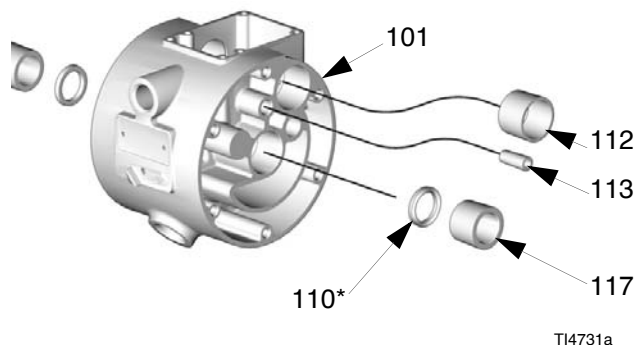

Рис. 24
8. Осмотрите вал (121) мембраны на предмет признаков износа или царапин. Если вал поврежден, осмотрите подшипники (117), не снимая их. Если подшипники повреждены, см. раздел «Снятие подшипников и прокладок крышки воздушной секции», стр. 27.
9. Введите в центральный корпус (101) съемник уплотнительных колец, подцепите П-образные кольца (110) и извлеките их из корпуса. Снимать подшипники (117) для этого не требуется. См. Рис. 24, стр. 27.
1. Установите на вал П-образные кольца (110*) так, чтобы их кромки были обращены из корпуса (101) **наружу**. Нанесите на кольца смазку. См. Рис. 24, стр. 27.
2. Нанесите на болт (446a) красный состав Loctite® высокой прочности или аналогичный закрепитель, чтобы прикрепить болт к мембране (446), если это необходимо. Установите пластину (445) мембраны со стороны воздушной секции на мембрану (446). Широкая закругленная сторона пластины должна быть обращена в сторону мембраны. Нанесите на резьбовые соединения узла мембраны синий состав Loctite® средней прочности или аналогичный закрепитель. Вкрутите узел в вал (121) и затяните его рукой.
3. Нанесите смазку на вал (121) мембраны (по всей длине и на оба конца вала). Вставьте узел вала и мембраны в насос с одной стороны.
8. Если вы сняли подшипники (117) вала мембраны, введите в центральный корпус (101) съёмник уплотнительных колец, подцепите П-образные кольца (110) и извлеките их из корпуса. Нанесите смазку на П-образные кольца. См. Рис. 24. При необходимости замените детали.